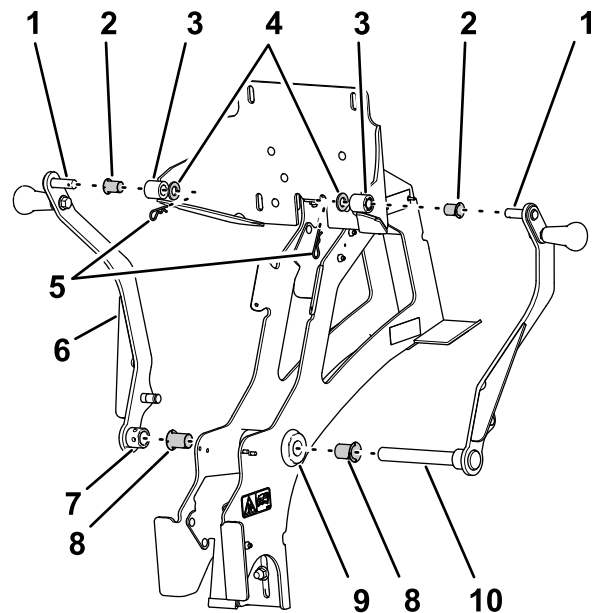

図 17
- メインサポートフレームのピボットチューブのそれぞれの端部にフランジ付きブッシュ内径 3/4 インチを入れる 図 17。
- バックプレートの左右のハブにフランジ付きブッシュ内径 1/2 インチを入れる 図 17。
- 右クレードルアームの下側ピボットピンを、ピボットチューブの右側からピボットに通して組み付ける 図 17。
- 右クレードルアームの上側ピボットピンを、バックプレートの右側ハブに組み付ける 図 17。
- 上側ピボットピンをバックプレートに固定する; ワッシャ 1/2 インチ とヘアピンを使用する 図 17。
- 左クレードルアームのハブを、ピボットチューブの左側フランジブッシュから突き出ている右クレードルアームの下側ピボットピンの端部に組み付ける 図 17。
- 左クレードルアームの上側ピボットピンを、バックプレートの左側ハブに組み付ける 図 17。
8. 左クレードルアームの上側ピボットピンをバックプレートに固定するワッシャ 1/2 インチ とヘアピンを使用する 図 17。